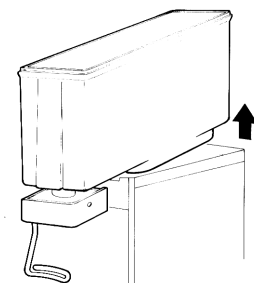

figure 2
- 4 - Enlever le réservoir vide en le levant du côté postérieur (opposé au côté robinets) et en le défilant de son joint (voir figure 2).